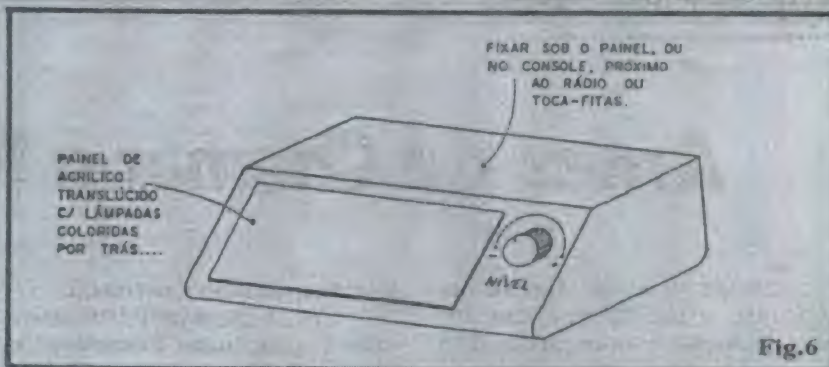

Fig.6
- FIG. 6 - SUGESTÃO BÁSICA PARA O ACABAMENTO DO MORLUC - Conforme já foi dito, o display ou arranjo físico final dos LEDs ou lâmpadas, fica por conta da criatividade (ou "maluquice") de cada um... Entretanto, uma solução ao mesmo tempo sóbria e atraente nos parece a indicada na figura, com uma caixa acomodando o circuito e as lâmpadas ou LEDs, ficando esses transdutores luminosos dispostos atrás de um painel ou "janela" de acrílico translúcido (com o que a luminosidade será mais difusa e menos "pontual"...). Ainda no painel frontal do conjunto, pode ficar o potenciômetro de ajuste de nível (o qual também perfaz a função de "liga-desliga", graças à sua chave incor-